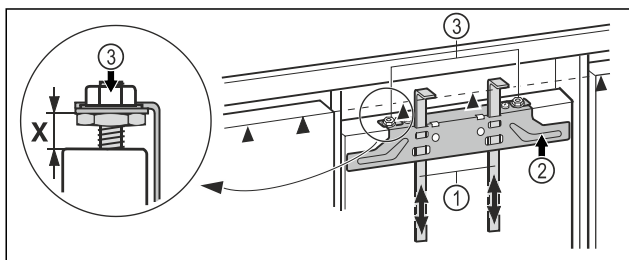

Fig. 43
- Spingere verso l'alto gli ausili di montaggio Fig. 43 (1) all'altezza della porta del mobile. Il bordo di arresto inferiore ▲ dell'ausilio di montaggio = al bordo superiore della porta del mobile da montare.
- Svitare la traversa di fissaggio Fig. 43 (2) mediante i controdadi Fig. 43 (3).